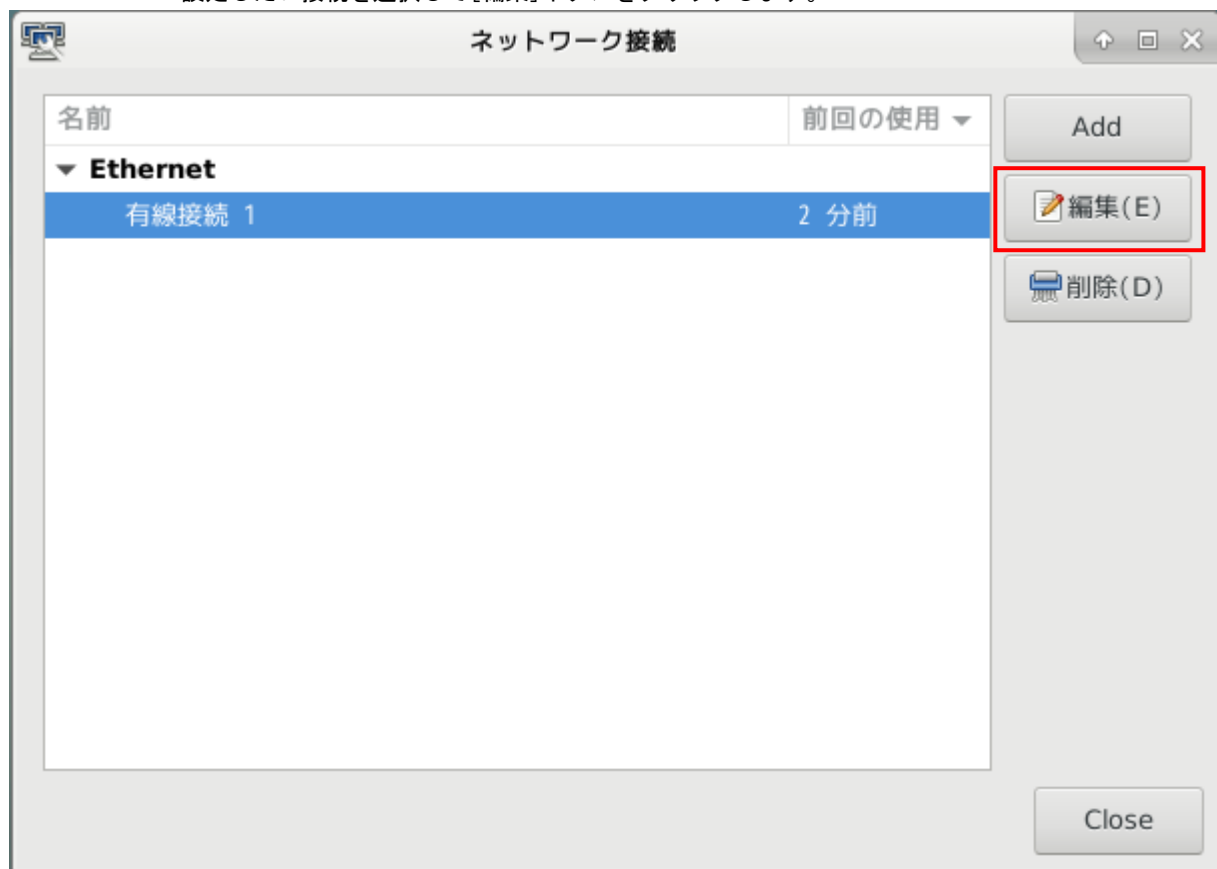

図 2-3-2. ネットワーク設定画面
- ② 図2-3-2のようなネットワーク設定画面が起動します。認識しているLANの一覧が表示されています。設定したい接続を選択して[編集]ボタンをクリックします。